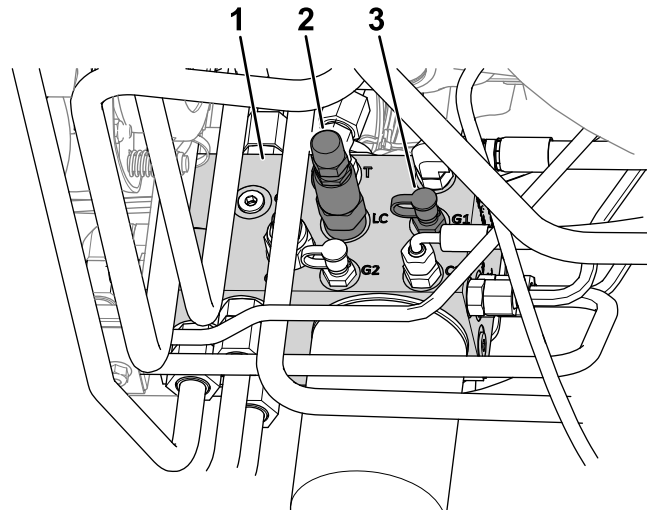

図 21
4. テストポートG1 というラベル 図 21を参照に圧力計を取り付ける。
5. 昇降マニホールドの側面で、テストポートG1 というラベル 図 21を参照についているキャップを外す。
6. 重量移動スプールLC というラベル 図 21を参照についているジャムナットをゆるめる。